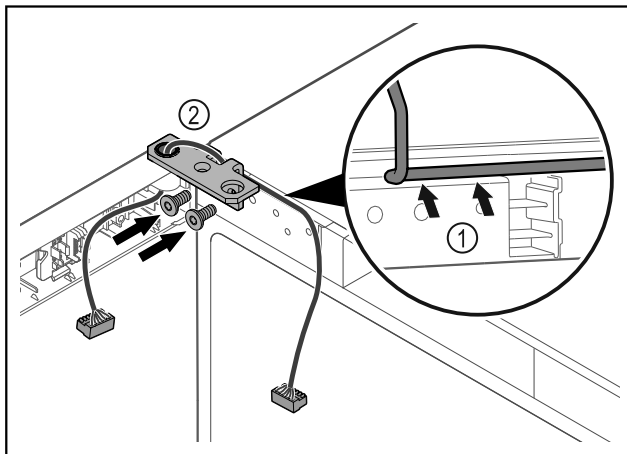

Fig. 44
- ▶ Вкарайте кабела през прореза на ъгъла на пантата и го положете внимателно Fig. 44 (1).
- ▶ Завинтете ъгъла на пантата Fig. 44 (2).